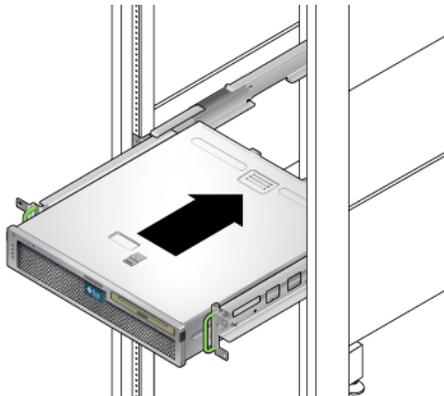

ABBILDUNG 3-20 Schieben des Servers auf die anpassbaren Schienen
11. Heben Sie den Server in das Rack und schieben Sie ihn auf die anpassbaren Schienen (ABBILDUNG 3-20).